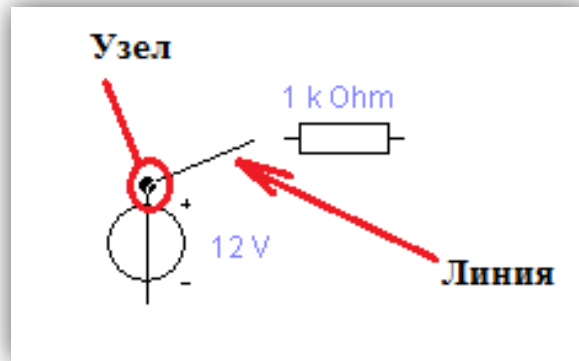

Рисунок 4 – Соединение элементов
4. Для соединения элементов между собой, необходимо, от узла одного элемента провести линию (зажать левую клавишу мыши и не отпускать, пока два элемента не будут соединены) и соединить с другим узлом (рисунок 4).